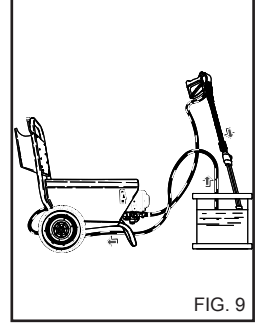

FIG. 9
- 1) Efter användning med rengöringsmedel ska högtrycksvattensystemet sköljas ordentligt. Låt pumpen vara igång i 1 minut. Doseringskranen ska vara stängd. (fig. 9).
4) Efter användning med rengöringsmedel ska högtrycksvattensystemet sköljas ordentligt. Låt pumpen vara igång i 1 minut. Doseringskranen ska vara stängd.(fig. 9)